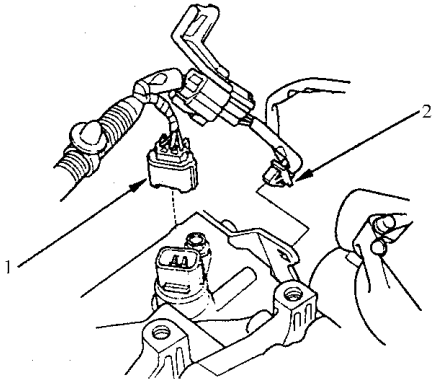

图 4-30 拆卸车速传感器插接器
- 8) 如图 4-30 所示，断开车速传感器(VSS)插接器，然后，拆除氧传感器夹。